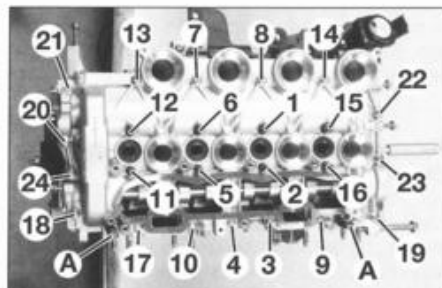

FIG. 56
- Montar el cárter superior de apoyos de ejes de levas en la culata centrándolo con dos pasadores (A) (útil Ford ref: 303-304) (fig. 56) introducidos en los taladros previstos a este efecto.
- Aproximar y apretar progresivamente los tornillos de fijación en el orden indicado (fig. 56).
- Desmontar los dos pasadores (A).